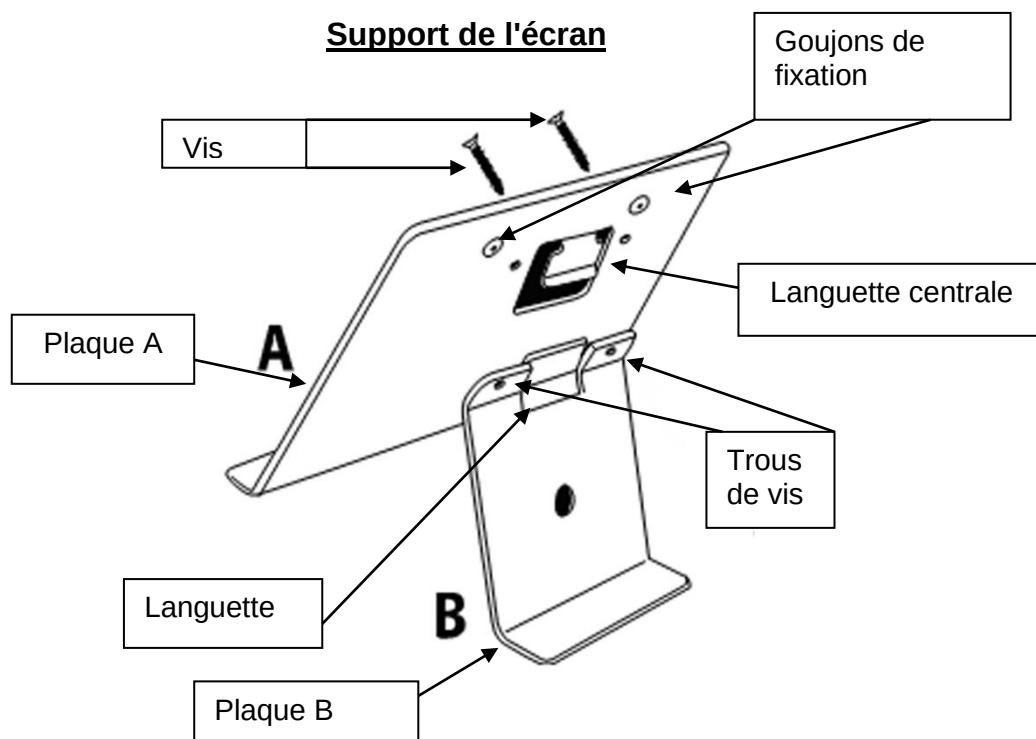

Figure 1
3. Enlevez le support de l'écran de la boîte (voir figure 1 à la page 8).
4. Enlevez les deux petites vis de la plaque B (voir figure 1 à la page 8).
5. Pendant que vous tenez la plaque A, glissez la languette de la plaque B sous la languette centrale à l'arrière de la plaque A (voir figure 1 à la page 8).
6. Alignez la plaque A et la plaque B, et assurez-vous que les trous de vis sont alignés (voir figure 1 à la page 8).
7. Insérez les deux petites vis dans le devant de la plaque A et dans les trous de la plaque B (voir figure 1 à la page 8).
8. Utilisez un tournevis à tête Phillips, serrez les vis pour fixer la plaque A à la plaque B (voir figure 1 à la page 8).
9. Glissez les deux goujons de fixation du support de l'écran dans les deux trous de montage à l'arrière de l'assemblage de l'écran (voir figures 1 et 4 aux pages 8 et 11). Le support de l'écran est maintenant prêt à être utilisé.